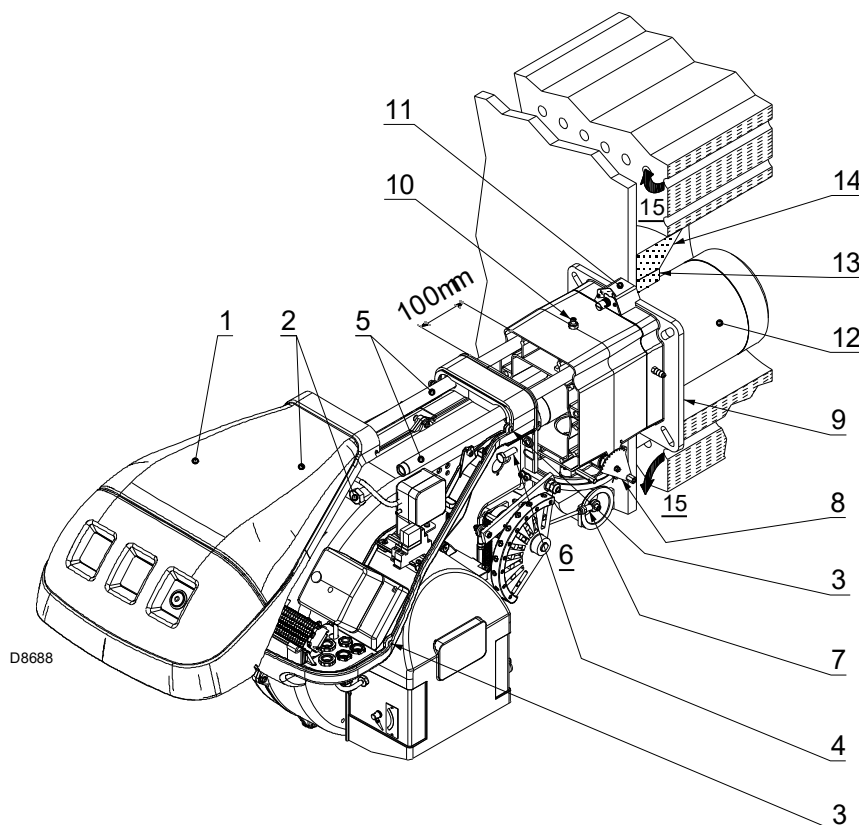

Abb. 11
Die Länge des Flammrohrs 12) (Abb. 11) wird entsprechend der Angaben des Heizkesselherstellers gewählt und muss in jedem Fall größer sein, als die Dicke der Kesselklappe einschließlich hitzebeständigem Material.
Für Heizkessel mit vorderem Abgasumlauf 15) (Abb. 11) oder mit Flammenumkehrkammer muss eine Schutzschicht aus feuerfestem Material 13) zwischen feuerfestem Material des Kessels 14) und Flammrohr 12) ausgeführt werden.
Trennen Sie dann den Flammkopf vom Rest des Brenners, wie in Abb. 11 dargestellt.
Befestigen Sie nach diesem eventuellen Vorgang den Flansch 11)(Abb. 11) an der Platte des Heizkessels und setzen Sie die beiliegende Isolierdichtung 9)(Abb. 11) dazwischen ein.
- Montieren Sie den Brenner wieder auf den Führungen 3) in einem Abstand von ca. 100 mm zur Muffe 4) - der Brenner befindet sich in der in Abb. 11 auf Seite 15 dargestellten Position;